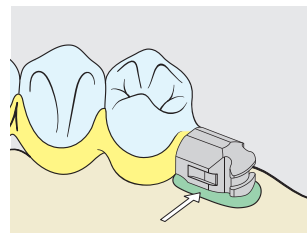

Fig. 6
**Remarque:** Pour éviter un endommagement de la partie fonctionnelle de la partie femelle, il faut mettre en place l'axe de transfert (N° de comm. 072616) à titre de protection. Les surfaces de collage doivent être soigneusement nettoyées au jet de vapeur et ne doivent plus être touchées. Avant l'intégration de la partie femelle par collage, enduire l'intérieur de la partie femelle d'un peu de vaseline afin de la protéger contre l'irruption de colle (Fig. 6). Appliquer l'adhésif en couche fine sur les deux surfaces de collage sans inclure de bulles d'air et réaliser l'assemblage. Veuillez consulter les indications prescrites dans le mode d'emploi fourni par le fabricant de l'adhésif.
Pour renforcer la tenue dans la résine prothétique, nous conseillons de sabler la surface externe à l'aide d'Al2O3 de 50µm (protéger les zones fonctionnelles avec l'axe de transfert), de bien nettoyer la surface sablée et de ne plus la toucher. Avant l'intégration dans le corps prothétique, il est conseillé de protéger l'intérieur de cette partie contre une irruption de résine en appliquant de la vaseline. Monter la partie femelle et combler avec de la cire les contre-dépouilles (Fig. 6). Procéder au travail de la résine selon les directives techniques usuelles.